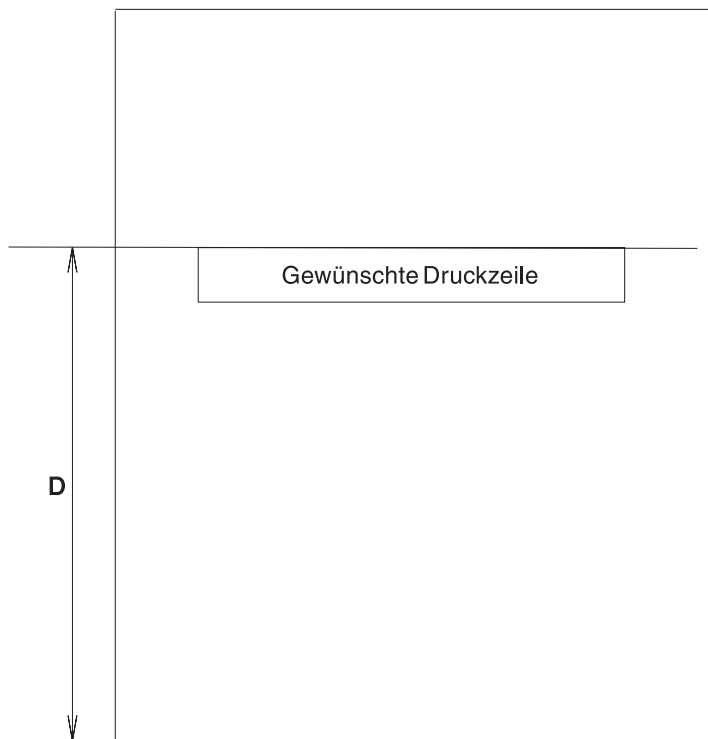

Abbildung 195. Berechnen des Abstands vom oberen Formularrand bis zur obersten Druckzeile (Drucker Modell 3 oder 4, Zuführung von oben)
1. Den Abstand  $D$ , wie in Abb. 195 gezeigt, vom oberen Rand des Formulars bis zur gewünschten obersten Druckzeile messen.